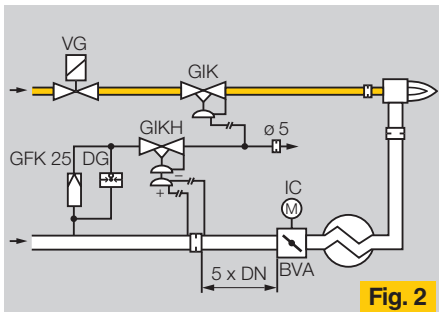

Fig. 2
2. Anwendungsfall (Fig. 2):
- 2nd application (Fig. 2):